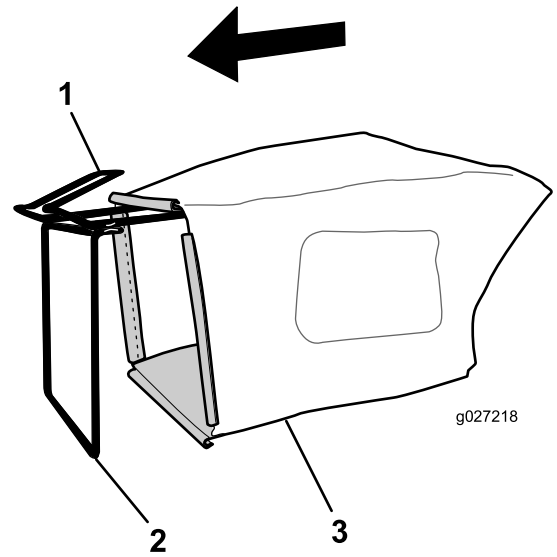

Figura 7
1. Coloque la bolsa de recogida sobre el bastidor, según se muestra en la Figura 7.
- Nota:** No coloque la bolsa sobre el manillar (Figura 7).